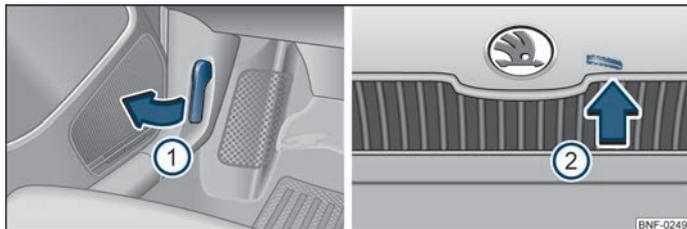

Abb. 90 Motorraumklappe entriegeln
- Ziehen Sie am Entriegelungshebel unterhalb der Schalttafel auf der linken Seite ① ⇒ Abb. 90.
- Drücken Sie den Entriegelungshebel in Pfeilrichtung ② ⇒ Abb. 90, die Motorraumklappe wird entriegelt.